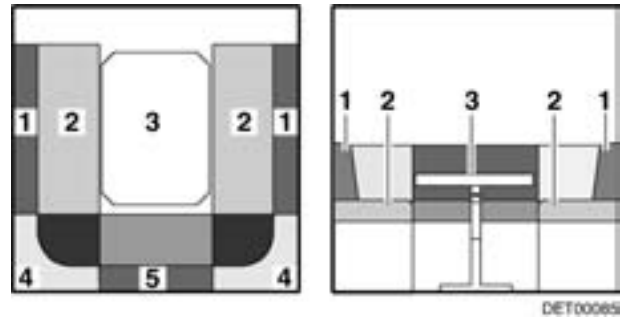

Bild 90 Vor dem Umbau
- Tisch (Bild 90,3) zum Bettunterbau umbauen (siehe Abschnitt 7.7).